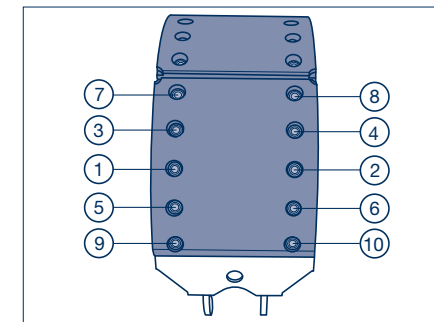

Рисунок 22
- [16] Вставить все заклепки и зафиксировать путем загибания кромок. Закрепить тормозную накладку (350) заклепками с учетом последовательности установки заклепок (рисунок 22).